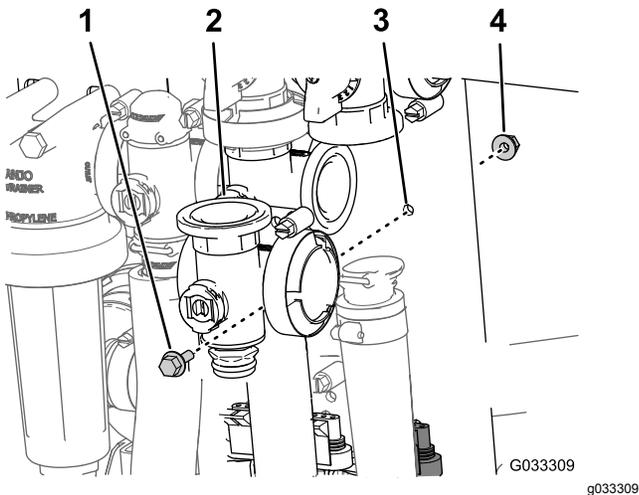

Figura 67
3. Retire o parafuso de cabeça flangeada e a porca flangeada que prendem a válvula da rampa principal à montagem da válvula e retire o coletor da válvula da máquina (Figura 67).